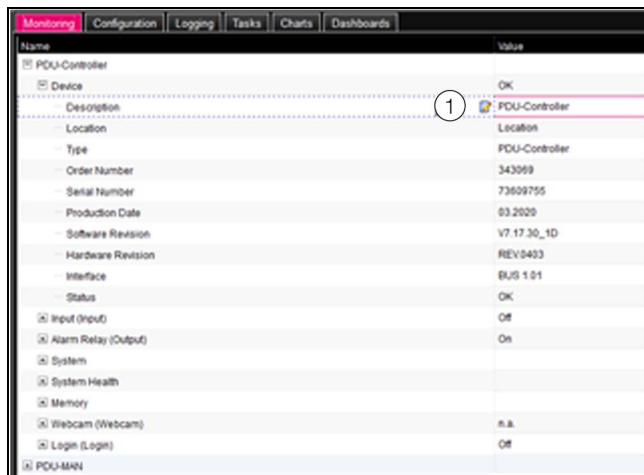

Imagen 26: Parámetro editable con el símbolo «Edit»
Todos los parámetros que pueden ser modificados van acompañados del símbolo «Edit» representado por una nota de papel con un lápiz, que aparece al situar el puntero del ratón sobre el parámetro (imagen 26, pos. 1).